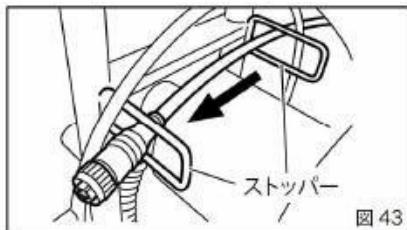

図 43
- ①カメラケーブルのコネクタを先端にケーブルドラムのストッパーに通します。(図 43)